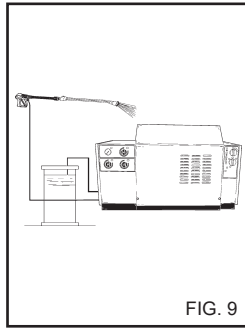

FIG. 9
3) Nach einem Waschvorgang mit Reinigungsmittel den Absaugzyklus nachspülen; das Absaugrohr (Fig. 9) in einen Kanister mit sauberem Wasser stecken und die Pumpe bei völlig geöffnetem Dosierung-shahn und eine Minute lang laufen lassen.
- 5) Nach einem Waschvorgang mit Reinigungsmittel den Absaugzyklus nachspülen; das Absaugrohr (Fig. 9) in einen Kanister mit sauberem Wasser stecken und die Pumpe bei völlig geöffnetem Dosierungshahn und bei Lanze in Reinigungsmittel-Abgabeposition eine Minute lang laufen lassen.